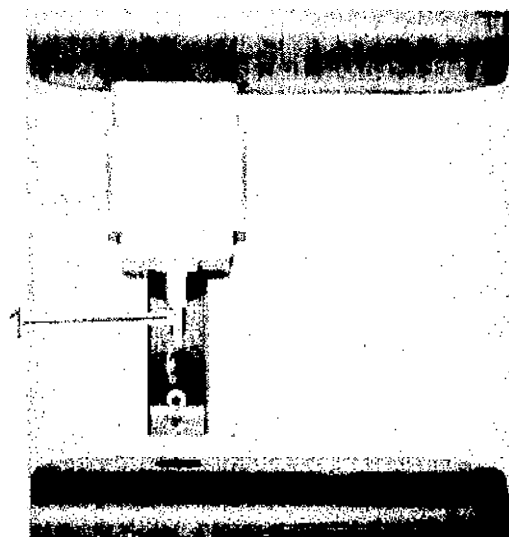

Рис. 39: Вытирание термисторного зонда
1. Вытереть термисторный зонд (рис. 39/1) мягким бумажным полотенцем.
8. Вытереть термисторный зонд (рис. 39/1) мягким бумажным полотенцем.